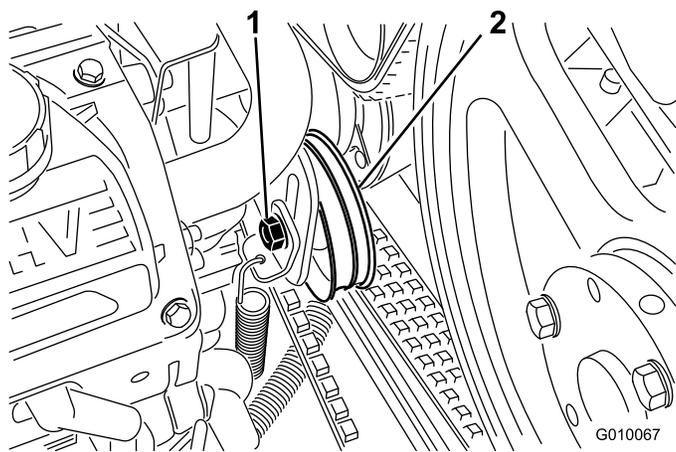

図 57
3. ポンプ・ベルトのアイドラを調整スロットの範囲内で動かせる程度に、アイドラのボルトをゆるめる(図 57)。